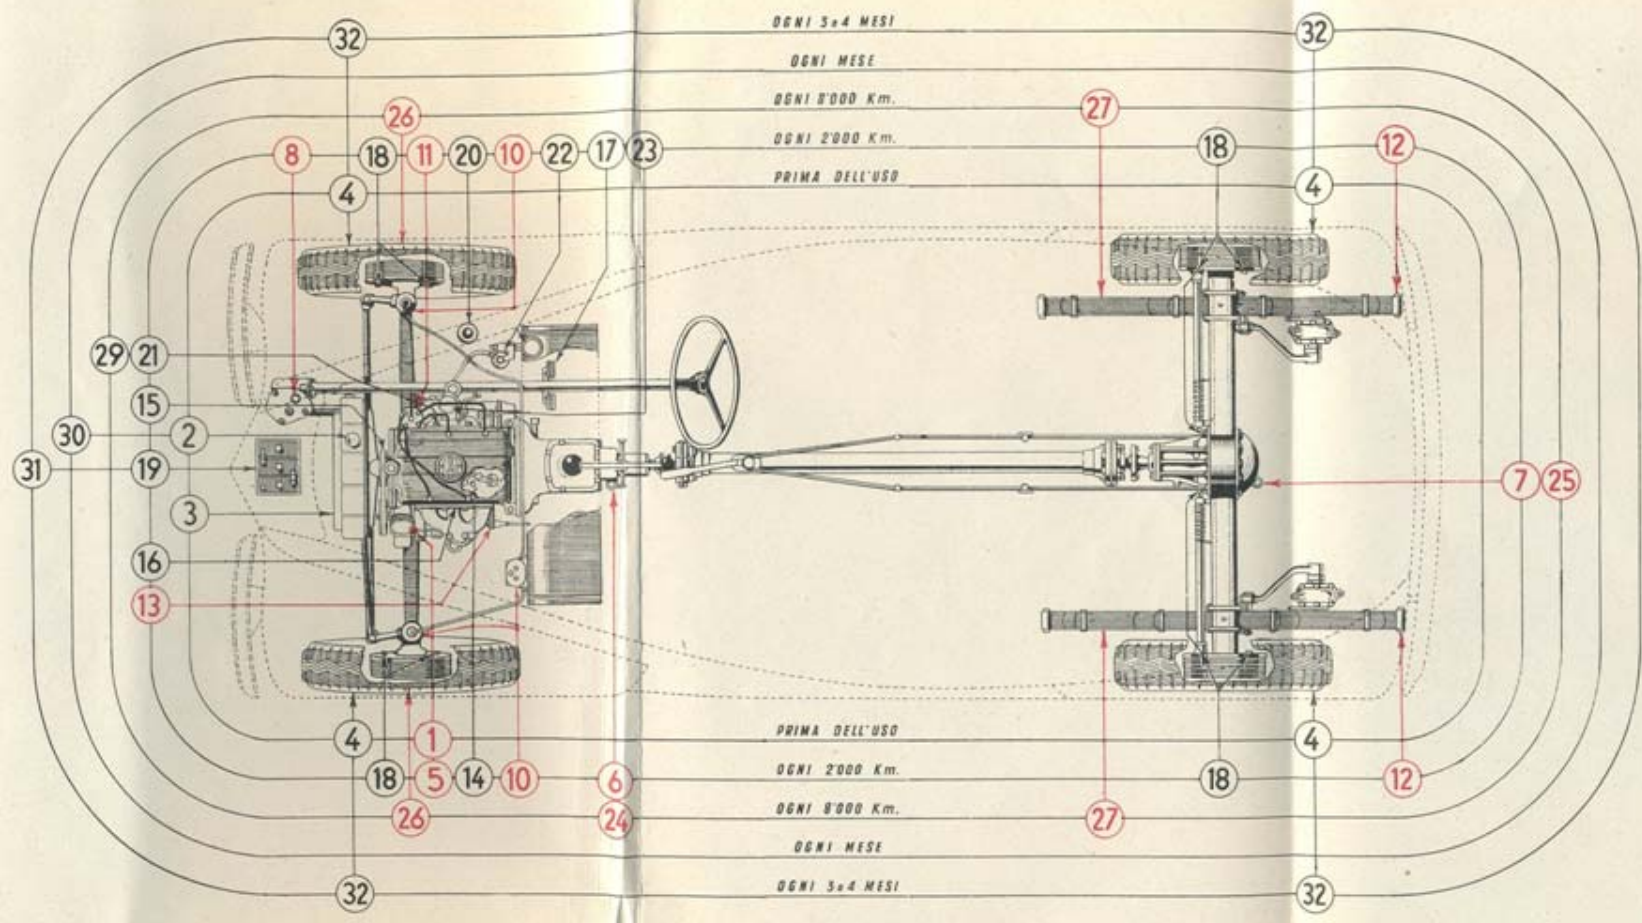

Fig. 40. - Schema della manutenzione.
**NB. - I numeri si riferiscono a quelli dello schema (fig. 40).**